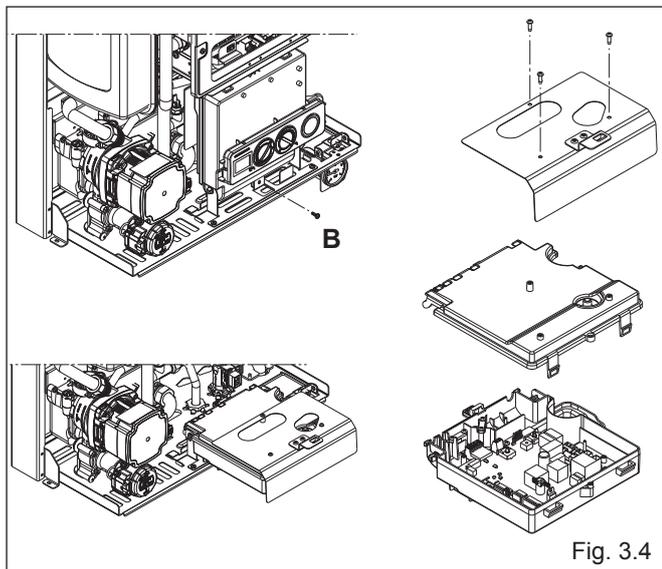

Fig. 3.4
- svitare la vite di fissaggio (B) del cruscotto (fig. 3.4) e ruotarlo verso di sé
- rimuovere la copertura morsettiere (fig. 3.4)